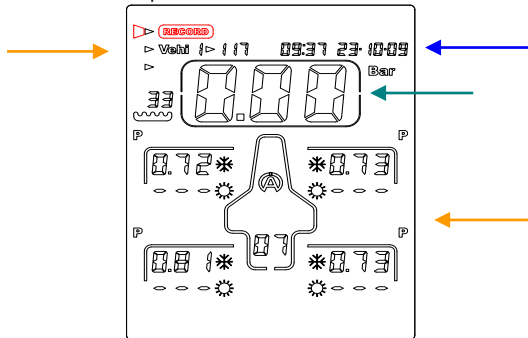

Figure 1
1) With the help of the buttons    , select the icon « **RECORD** » (figure 1)